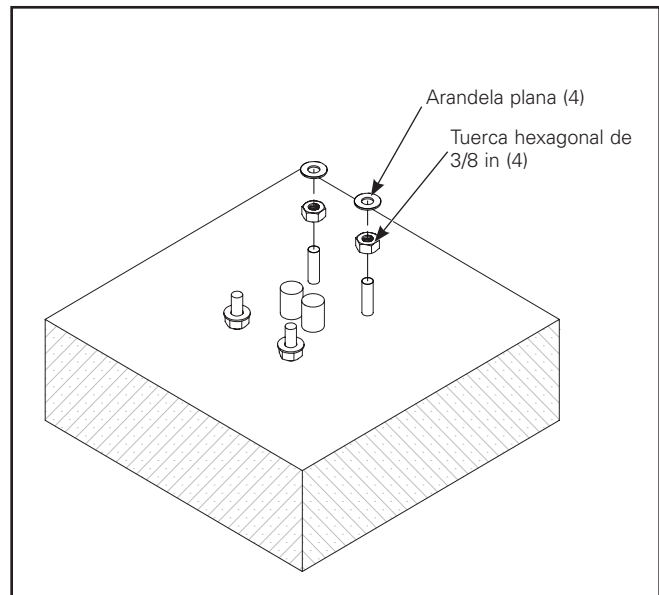

Figura 2.
5. Monte una tuerca hexagonal de 3/8 in en cada uno de los cuatro (4) pernos de anclaje. Coloque una arandela en cada tuerca hexagonal. (Figura 2)